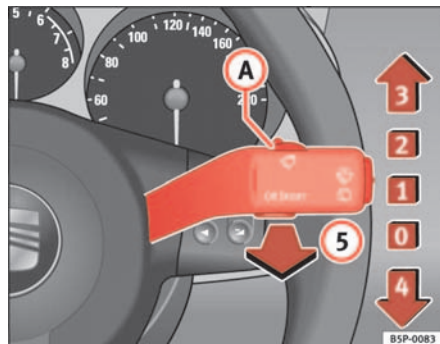

Fig. 84 Leva dei tergi-lavacrystalli
Posizioni della leva del tergicristallo ⇒ fig. 84.
● Se, quando è attivo il livello di tergiture (2) ⇒ pag. 124, fig. 84 oppure il livello (3), ci si ferma, la velocità di movimento dei tergicristalli passa automaticamente al livello immediatamente inferiore. Non appena si riparte, i tergicristalli tornano a funzionare secondo la posizione selezionata originariamente.